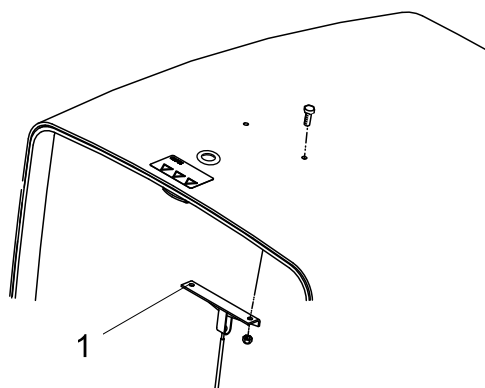

Figura 4
1. Retire e não volte utilizar os dois parafusos e porcas que fixam o suporte do cabo à parte inferior do capot (Figura 4).